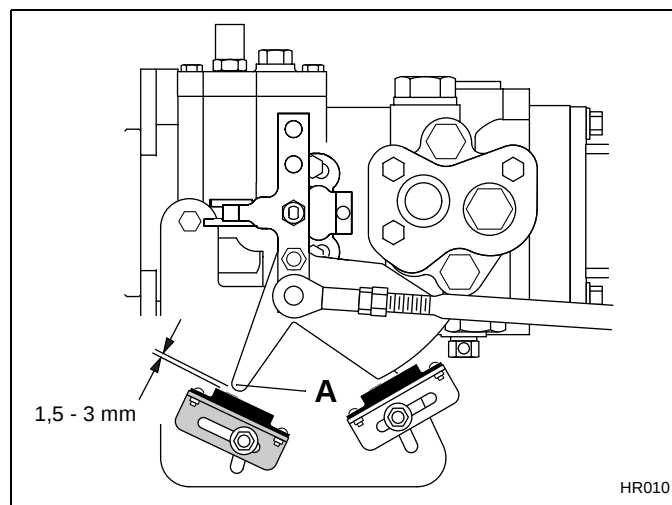

Figur 4H
1. Sørg for, at returarmen (**K - figur 4H**) på pumpen er justeret til neutral. Se afsnit 4.7.